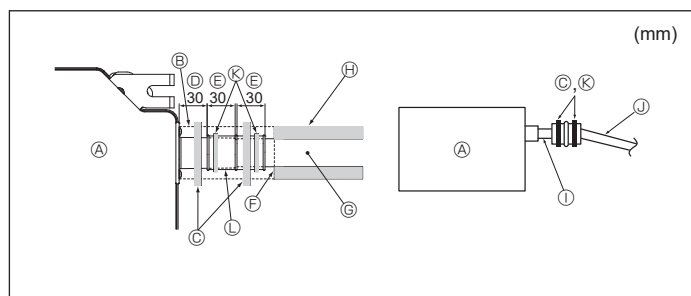

Fig. 4-5
- ① TUBE PVC D.E. \varnothing 38 pour la mise en place groupée des tuyaux. (Isolation de 9 mm minimum)
1. Raccordez la prise d'écoulement (fournie avec l'appareil) à l'orifice de drainage. (Fig. 4-5)